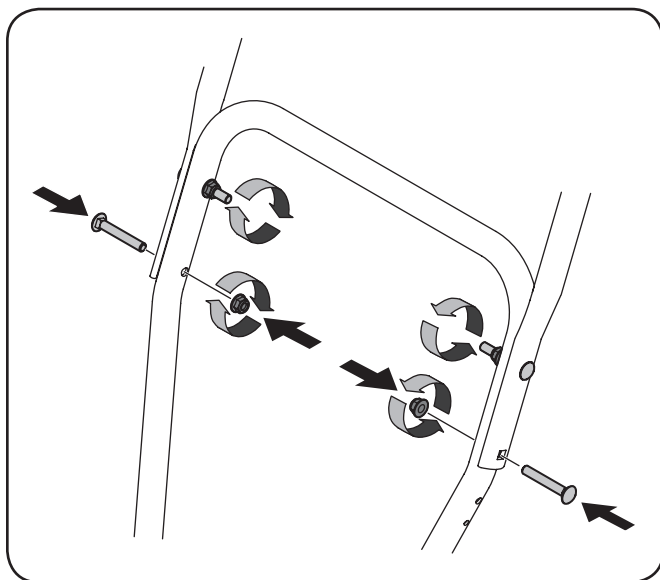

Figure 3-14
5. Insérez les deux boulons de carrosserie et les deux contre-écrous retirés antérieurement. Voir Figure 3-14.